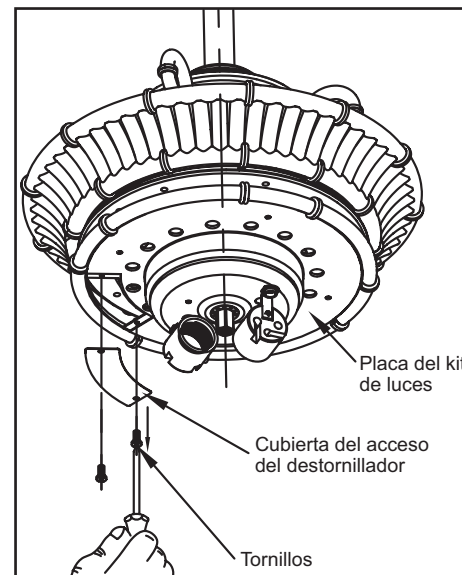

Figura 8a
3. Quita la cubierta de acceso del destornillador en la placa del kit de luces para que puedas ver los orificios de los tornillos del soporte del asa (Figura 8a).